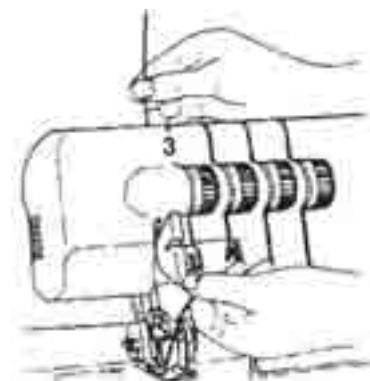

Abb.31
3. Halten Sie den Faden mit den Fingern fest, führen Sie ihn zwischen den Scheiben des Fadenspannungswählers ❶ hindurch und ziehen Sie ihn dann nach unten (3) (Abb. 31).
❶ **Hinweis:**